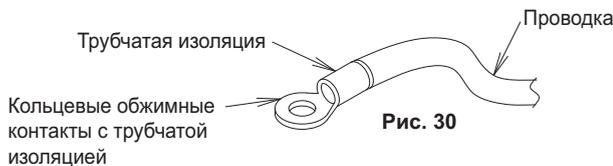

Рис. 30
- Для подключения к клеммной колодке используйте разъемы кольцевого отогнутого типа с пластмассовой изолирующей оболочкой или выполните изоляцию проводки. (См. рис. 30.)